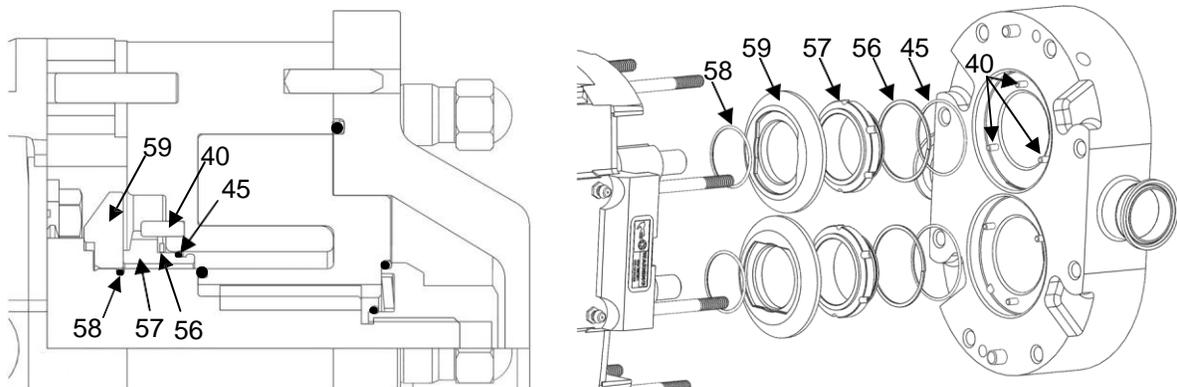

Figura 27: Simple Sello Mecánico
- 1) Remueva los sellos internos estacionarios del cuerpo de la bomba (Figura 27, ítem 4).